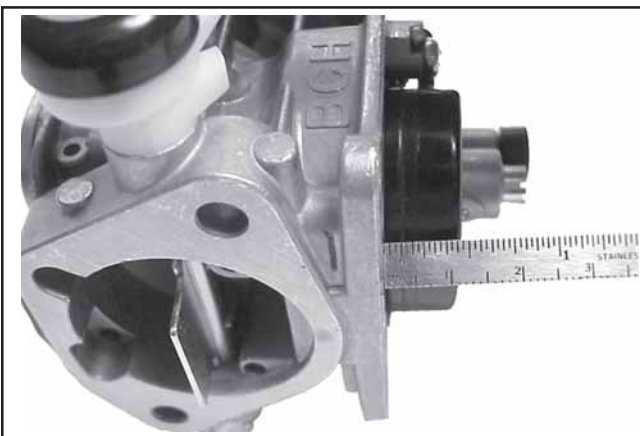

**Figure 5-11. Installation du flotteur.**
5. Mettre en place le flotteur et le pointeau d'admission dans le siège et le corps du carburateur. Insérer la goupille de pivot neuve à travers l'axe du flotteur et la fixer à l'aide de la vis de retenue neuve. Voir la Figure 5-11.